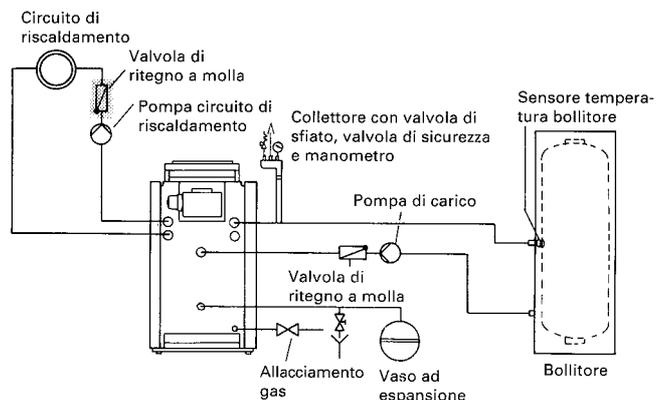

Fig. 21
3. Allentare la vite nell'attacco di misurazione ① (fig. 21) ed applicare il manometro a U.